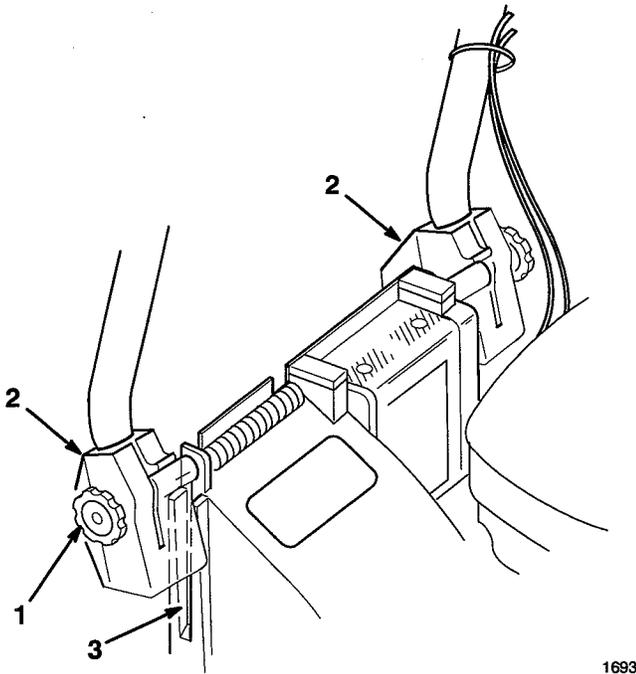

Abbildung 1
1. Die Knöpfe an den Haltebügeln lösen (Abb. 1).
3. Die Enden der Griffstange in die Löcher der Gestängehalterung schieben, bis sie sicher gehalten werden (Abb. 1). Sicherstellen, daß Gaszug, Elektrostarkabel (E-Start-Modell) und Antriebskabel an der Gestängehalterung links oben sind (Abb. 2).